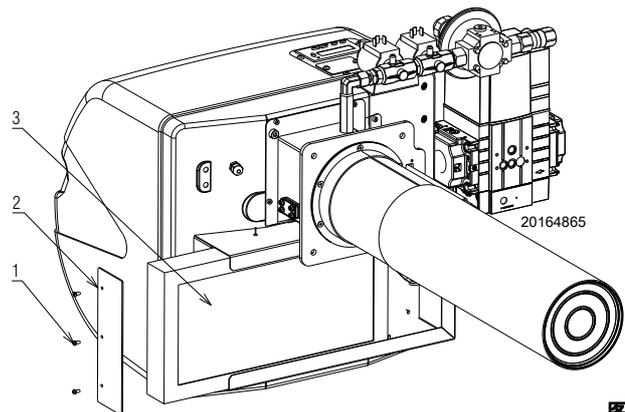

图 166
- 拧松并拆下螺丝 1) (图 166)；
- 拆下螺丝 2) (图 166)；
- 拆下过滤器 3) (图 166)。